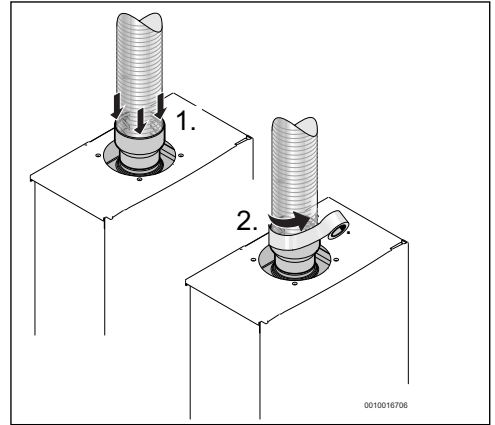

Fig. 22
- Isolation avec isolant approprié (fig. 22)